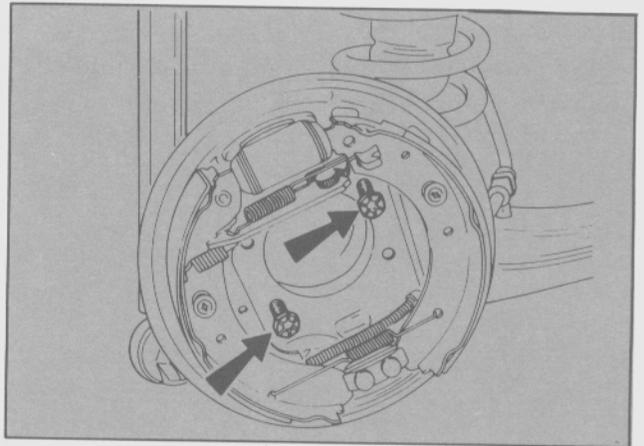

Fig. 28. Sujeción del plato portafrenos al brazo inferior con dos tornillos
- Colocar dos tornillos para mantener el plato portafrenos sujeto al brazo de suspensión (Fig. 28).